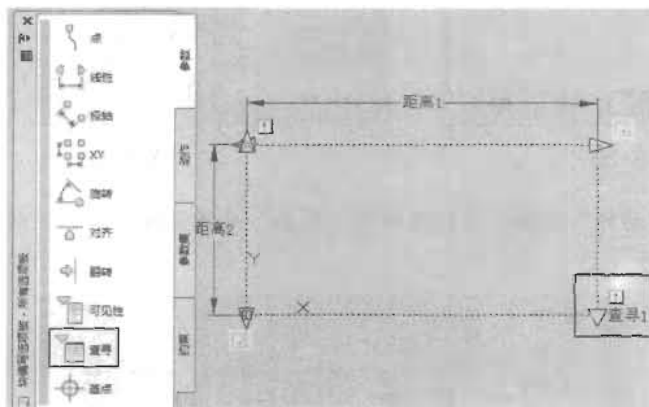

图 8-60
(8) 从“块编写选项板”的“参数”选项卡中，添加一个查询参数，这里将其放置在右下角，如图 8-60 所示。